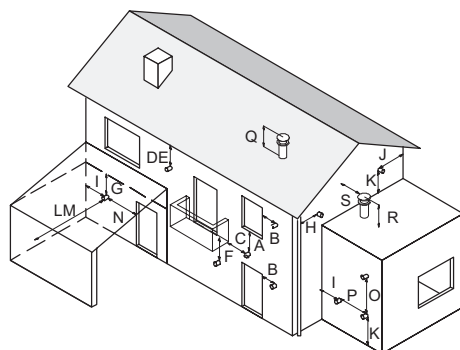

Figura 4.17
- rispettare le distanze minime di Figura 4.17 ed eventuali norme nazionali e locali vigenti;